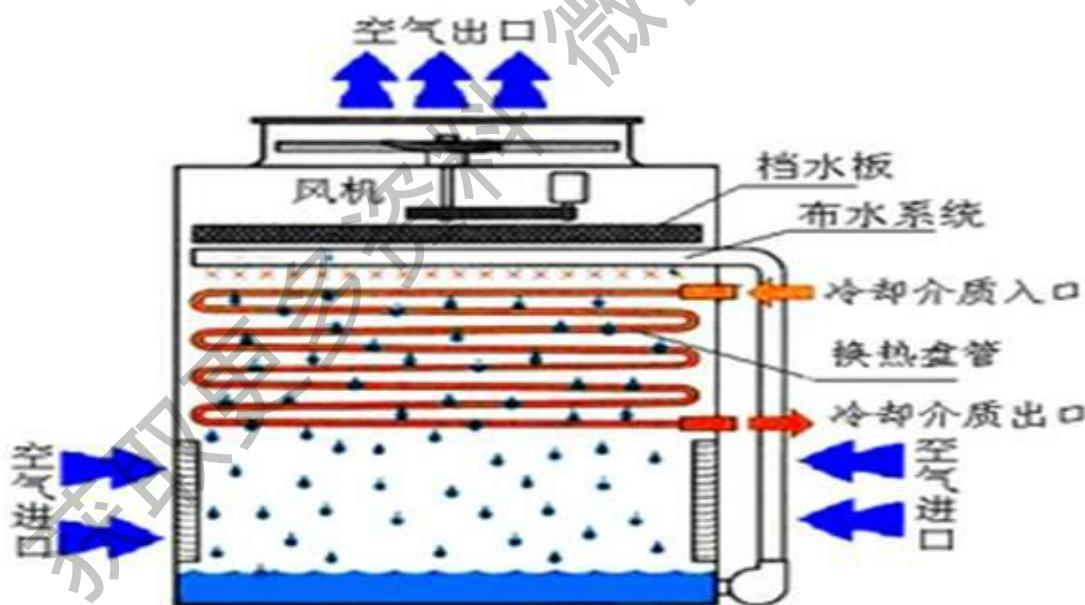

图1 盘管式蒸发式冷凝器示意图
- ④ 盘管式蒸发式冷凝器（见图1）是将冷却水喷淋于管子表面形成水膜，水膜与管内介质完成换热后，水直接与管外快速流动的空气接触并发生热质交换，完成换热过程，并由空气将热量及水蒸气带走，空气的流动不仅使换热过程变得更快，而且由于空气的快速流动，空气在速个过程都能保持非饱和状态，其传热传质推动力也更大。盘管式蒸发式冷凝器是目前被广泛应用最广、最多的一种蒸发式冷凝器。